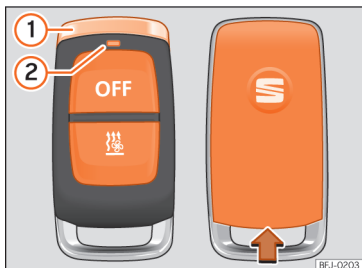

Fig. 139 Aquecimento estacionário: comando à distância por radiofrequência.
Quando se pressionam os botões, o LED do comando à distância » **Fig. 139** ② fornece ao utilizador diversas informações:
- Fixar o comando à distância com o pino cromado » **Fig. 139** ① em posição vertical para acima.
na ranhura da estrutura do comando à distância »» **Fig. 139.**
- Desloque a tampa no sentido contrário ao da seta até que encaixe »» **Fig. 139.**